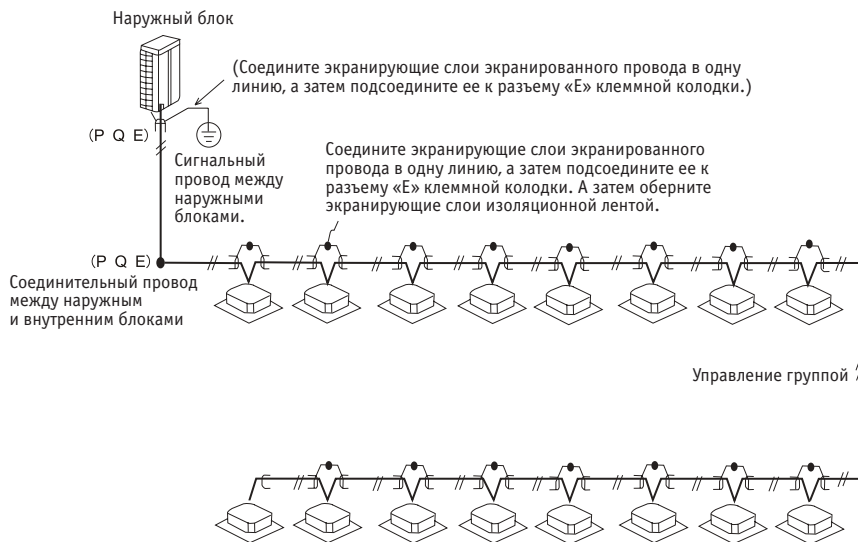

Рисунок 14
2. Соедините экранирующие слои экранированного провода в одну линию, а затем подсоедините ее к разьему «E» клеммной колодки. (См. рисунок 14).